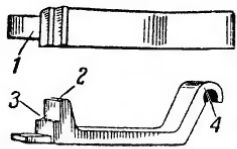

Рис. 35. Спусковая тяга:
**36. Спусковая тяга** (рис. 35) служит для освобождения боевого взвода курка с шептала коромысла. Она имеет: передний плоский конец для прохода в вырез коромысла; стойку, на которую действует направляющий стержень